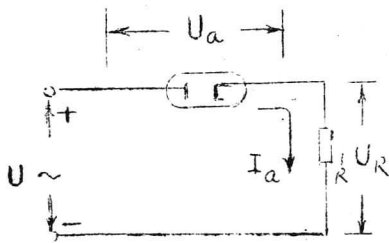

图 1-10
2. 二极管的最大屏极反峰电压 在二极管屏、阴之间通过负载 R 加上一个交流电源，当电源电压为正半周时，如图 1-10 所示。这时二极管导电，回路里有电流流过，电源电压